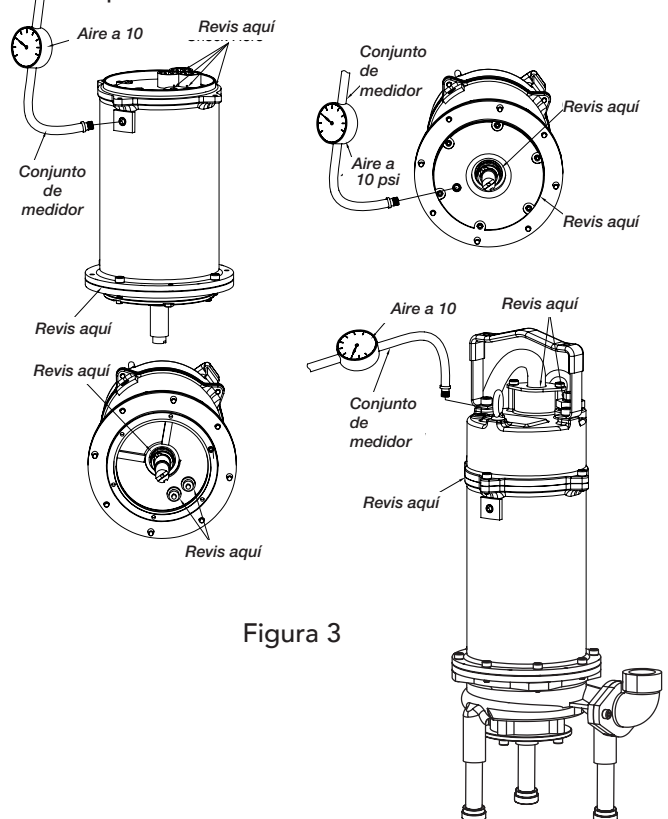

Figura 3
Vea la Figura 3. Quite el tap6n de tubería (30) de la tapa (45) de cables. Aplique sellador para tuberías al conjunto de medidor de presi6n y ajústelo en el agujero. Presurice la carcasa superior del motor a 10 psi. Aplique una soluci6n jabonosa alrededor del área sellada que está sobre el nivel de aceite, e inspeccione para ver si hay 'burbujas de aire' alrededor de la uni6n entre la tapa (45) de cables y la carcasa (28) del motor. También revise alrededor de la tuerca de prensaestopas y el cable de alimentaci6n. Si después de cinco minutos la presi6n se mantiene todavía constante y no se observan 'burbujas' ni filtraci6n de aceite, descargue lentamente la presi6n y retire el conjunto de medidor. Si no se encontraron fugas, continúe con la prueba de la carcasa del motor.
Si se ha desagotado el aceite, llene hasta el nivel normal antes de realizar la prueba de presi6n (vea la Figura 3). Quite el tap6n de tubería (30) de la carcasa (28) del motor.